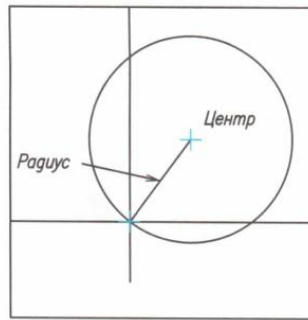

Рисунок 2.10 – Вычерчивание окружности
- 2) указать центральную точку, задать величину радиуса (рисунок 2.10);